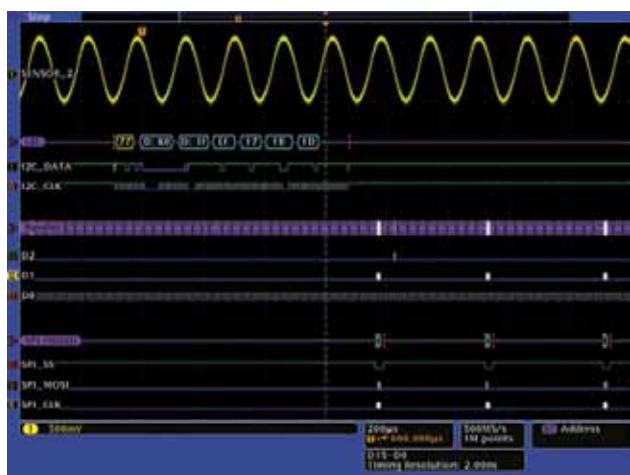

图 3. MSO4000 显示了 I²C、SPI 和并行总线及 CH1 模拟信号。
图 3 显示了 MSO 系列同时探测 SPI 总线 (1)、I²C 总线 (2)、3 位并行总线 (3) 和模拟输入 (4) 的屏幕快照。由于错误可以被隔离到某个子例程，因此示波器配置成单次采集，触发特定的 I²C 活动。把记录长度设置成 1M 点保证了可以准确地捕获 I²C 总线上事件周围的所有有用信息。工程师运行子例程，迅速查看 MSO/MDO 系列，了解系统中发生的情况。CH1 上显示的 MUX 输入上清楚的模拟波形确认了工程师的疑问，表明硬件问题已经得到解决，错误发生在其它地方。示波器触发和解码从微控制器中写入的 I²C 数据。工程师注意到 SPI 上的活动及在传输 I²C 数据后很快显示了标有 D1 和 D2 的信号。工程师怀疑这些总线上的活动，因为他认为执行的功能主要涉及 LCD 控制器。由于示波器已经解码 I²C 数据值，因此工程师可以看到微控制器已经把 I²C 数据写入地址 0x77。地址 0x77 是 FPGA 的地址，但工程师认为子例程把数据写入地址 0x76，这是 LCD 控制器的地址。